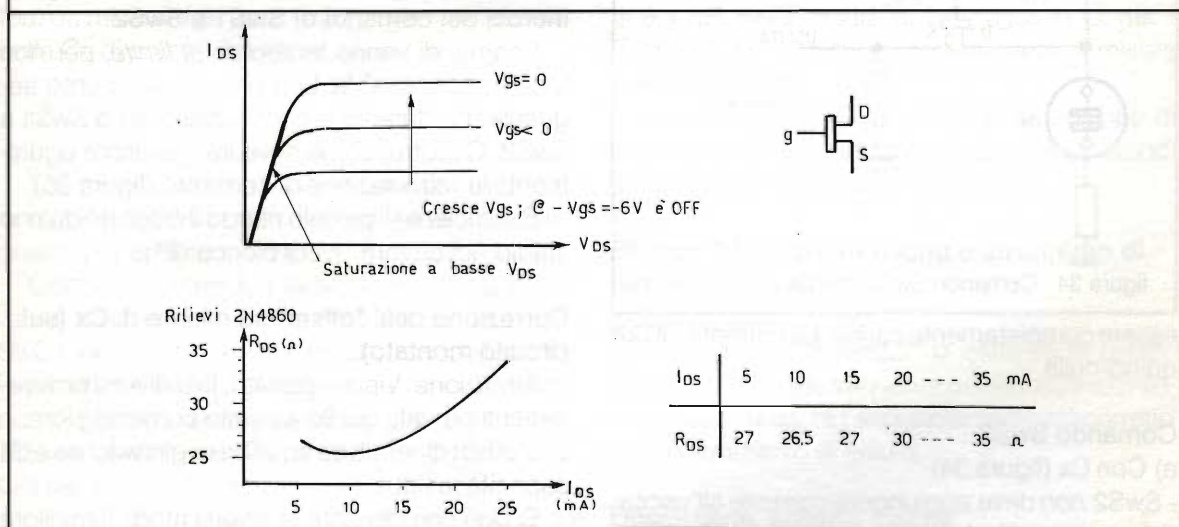

figura 30 - Curve caratteristiche dei J-FET.
**Curve caratteristiche j-FET (figura 30)**